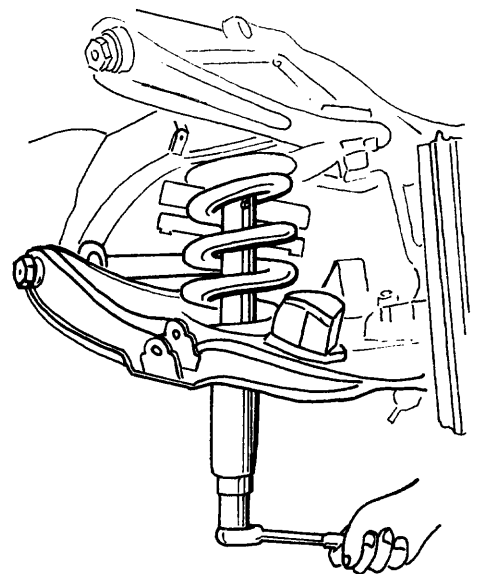

Fig. 2
- a Instale el compresor de resortes helicoidales y comprima el resorte (fig. 2).